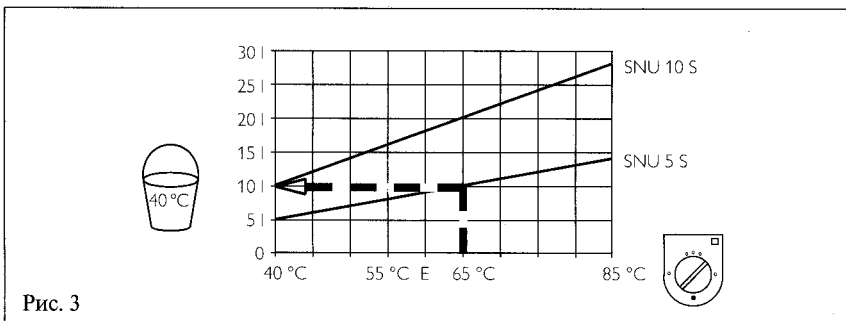

Рис. 3
С температурой Вы выбиваете также достижение количества смешанной воды (рис. 3)
- большое количество смешанной воды (см. рис. 3).